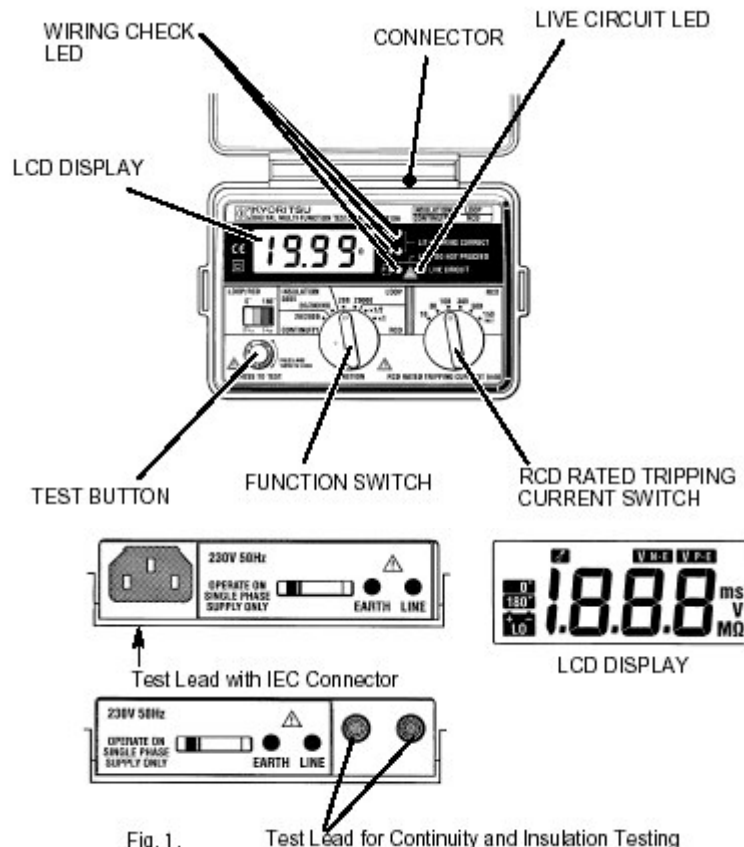

Fig. 1. Test Lead for Continuity and Insulation Testing
4.1. Beschrijving van het toestel (fig. 1)